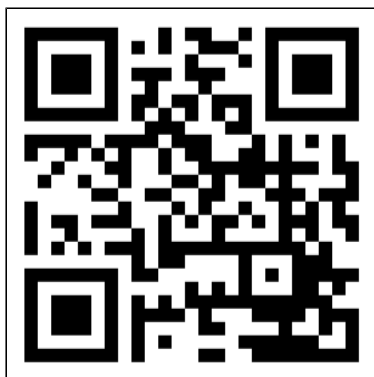

Abbildung 61.
1. Öffnen Sie das Eurom Smart App-Handbuch mit dem QR-Code (Abbildung 61) oder gehen Sie zu www.eurom.nl/nl/manuals.